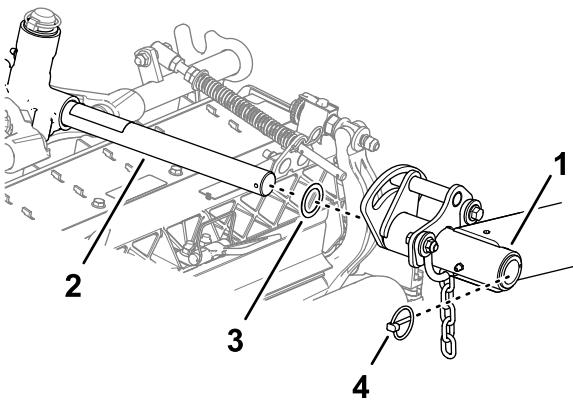

Рисунок 30
- Подведите режущий блок под подъемный рычаг (Рисунок 30).